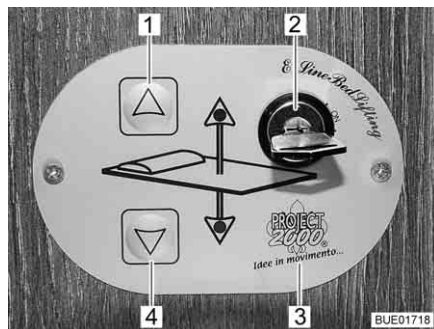
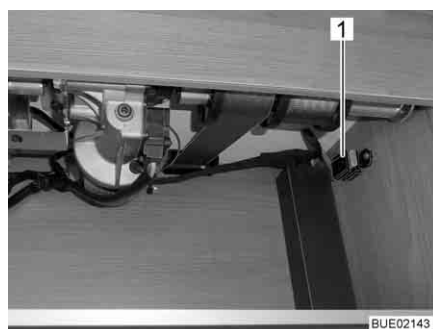

Fig. 131 Commande
Fig. 134 Fusible
Commande Les touches (Fig. 131,1 et 4) sur l'unité de commande (Fig. 131,3) permettent d'abaisser ou de relever le lit escamotable. L'interrupteur à clé (Fig. 131,2) permet de protéger l'unité de commande contre toute utilisation non autorisée.
- Tourner la clé de 90° dans le sens des aiguilles d'une montre dans l'interrupteur à clé (Fig. 131,2). L'unité de commande (Fig. 131,3) est activée.
- Appuyer sur la touche fléchée (Fig. 131,4) et la maintenir pressée jusqu'à ce que le lit escamotable ait atteint la position désirée vers le bas.
- Appuyer sur la touche fléchée (Fig. 131,1) et la maintenir pressée jusqu'à ce que le lit escamotable ait atteint sa position finale supérieure.
S'il n'est plus possible de déplacer le lit escamotable avec les touches fléchées (Fig. 131,1 et 4), contrôler d'abord le fusible dans le meuble haut arrière (Fig. 134,1). Si le fusible n'est pas défectueux mais qu'il n'est toujours pas possible de déplacer le lit escamotable, ce dernier peut l'être manuellement.